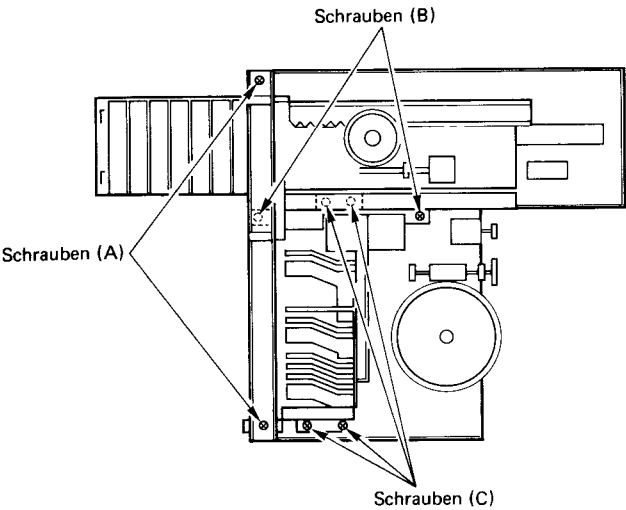

Abb. 5
- Die beiden Schrauben (A) und danach die Cassetten-transportschiene entfernen.
- Die beiden Schrauben (B) und danach den Cassettenhalter entfernen.
- Die vier Schrauben (C) entfernen. (Abb. 5)